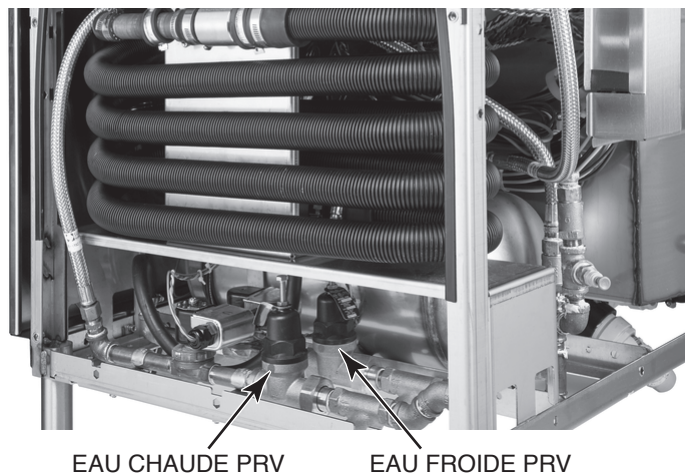

Fig. 18
7. Lorsque l'appareil se remplit aux fins de rinçage final, régler le régulateur de pression d'eau chaude au rinçage final (Fig. 18) jusqu'à ce que la pression du manomètre du rinçage final indique 20 +/- 5 psiPSI.